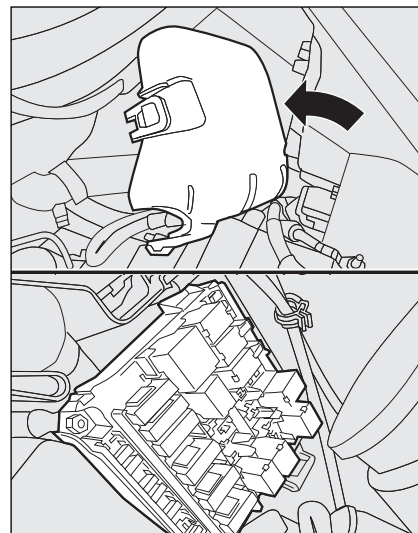

fig. 49
- ☐ verplaats het deksel in de richting van de koplamp door het linksom te draaien (zoals aangegeven door de pijl) en verwijder het deksel **fig. 49**.